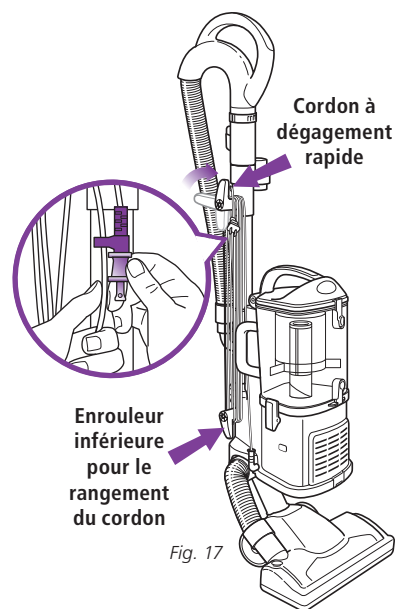

Fig. 17
- 2 Faites tourner le dispositif du cordon à dégainement rapide supérieur à sa position verticale et enroulez le cordon d'alimentation sans serrer autour de deux attaches. Agrafez la prise sur le cordon pour la fixer. (Fig. 17)